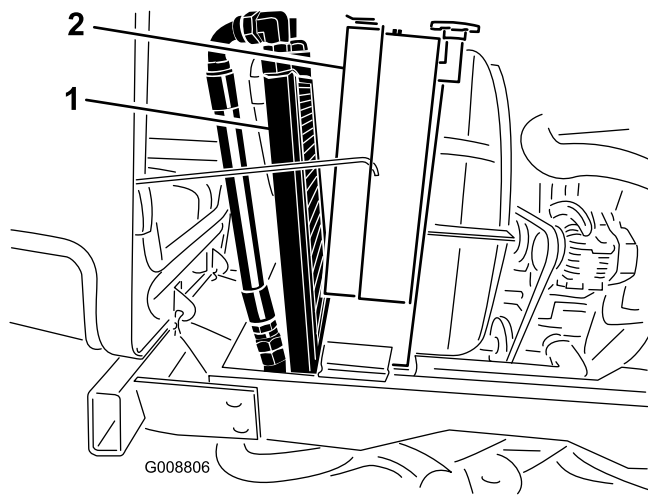

Bild 63
3. Kippen Sie den Ölkühler nach hinten. Reinigen Sie beide Seiten des Ölkühler- und des Wasserkühlerbereichs (Bild 63) gründlich mit Druckluft. Blasen Sie Rückstände von vorne nach hinten heraus. Reinigen Sie dann von hinten und blasen Sie nach vorne. Wiederholen Sie dies mehrmals, bis alle Rückstände entfernt sind